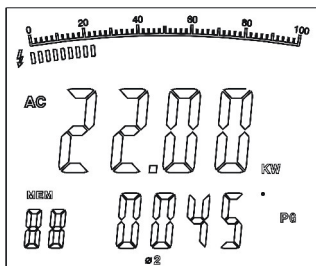

Figura 9
2. Dopo aver registrato il risultato della potenza di corrente della prima fase, premere SEL per scegliere $\text{Ø}2$. Il doppio display mostra il valore KW della potenza attiva e il valore PG bifase “”, come nella figura 9.